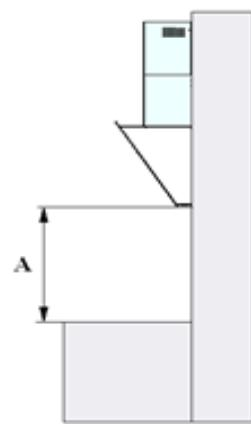

Рис. 4
3. Приложите корпус вытяжки к стене, сохраняя минимальное расстояние А (60 см для электрических и 65 см для газовых плит) между нижним краем вытяжки и поверхностью для приготовления пищи на плите (рис. 4).